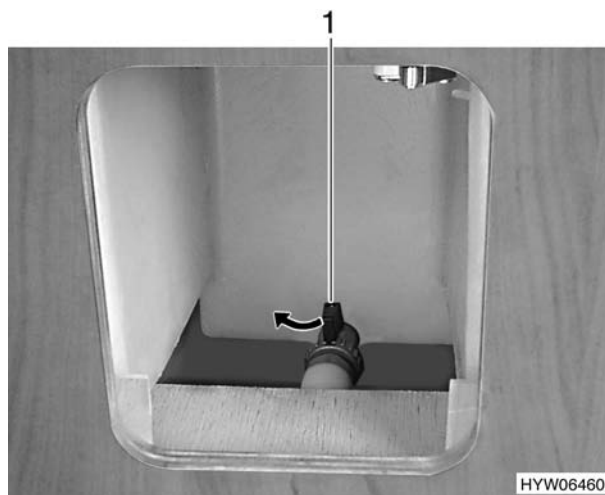

Fig. 183 Serbatoio dell'acqua, rubinetto di scarico acqua, aperto (variante 2)
**Variante 2 (Fig. 183):**
- Girare il rubinetto di scarico acqua (Fig. 183,1) per chiudere nella direzione indicata dalla freccia.
### **Variante 2 (Fig. 183):**
- Aprire il rubinetto di scarico acqua (Fig. 183,1).